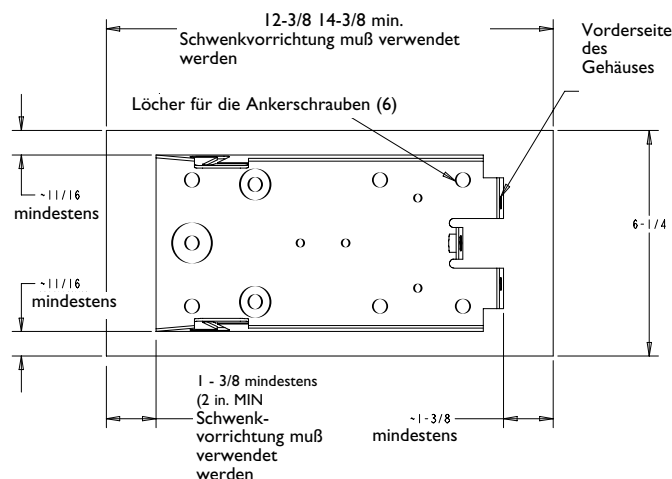

Abbildung 3: Positionierung der Befestigungsplatte
- Positionieren Sie die Befestigungsplatte an der Decke oder Wand, (je nach Anforderung horizontal oder vertikal). Siehe Abbildung 3. Die Installation erfolgt idealerweise auf glatten, ebenen Oberflächen. Beachten Sie den in Abbildung 3 dargestellten Mindestplatzbedarf.
Montageoberfläche. Siehe Abbildung 3 für den Mindestplatzbedarf.